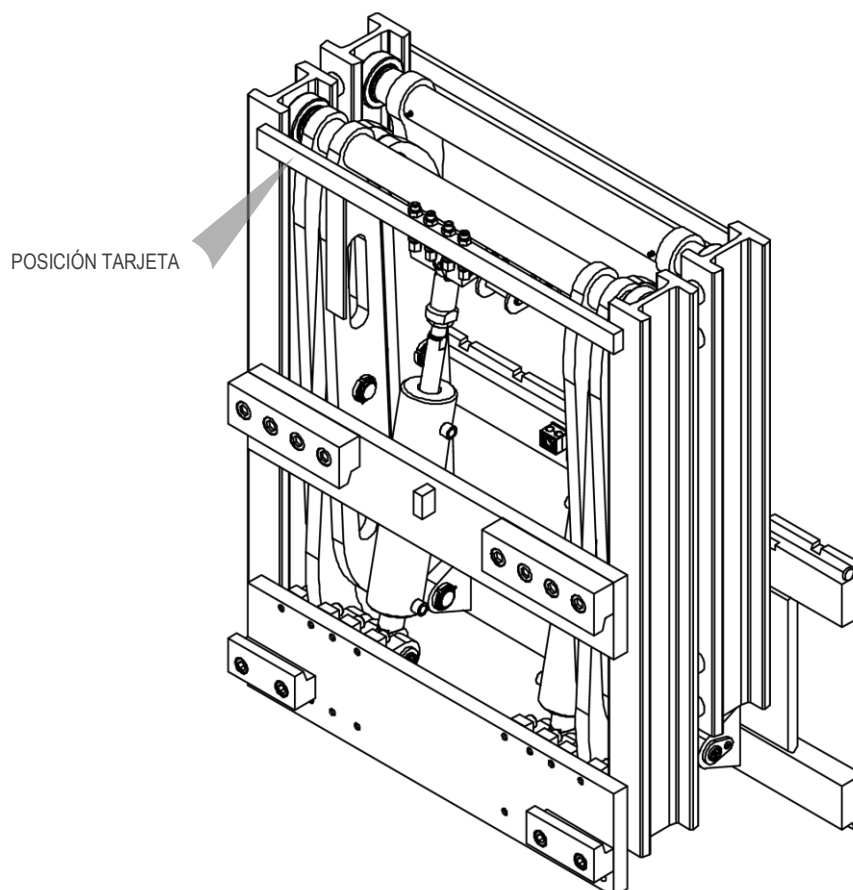

Figura 1
Todos los implementos A.T.I.B. – “EXTENSOR DE HORQUILLAS TIPO 600” son identificados de una tarjeta adhesiva (mira *Tabla 1*) puesta sobre el implemento (mira *Figura 1*, la posición de la placa de identificación puede variar según el equipo). Siempre referirse a la matrícula.
5. Para la manipulación, utilice correas o cadenas del tamaño adecuado para el peso del implemento indicado en la tarjeta (mira *Figura 1* y *Tabla 1* a pag.5).
9. Conecte el circuito hidráulico; asegurándose de que la presión de trabajo de las tuberías sea superior o igual a la indicada en la tarjeta identificadora (mira *Figura 1* y la *Tabla 1* a pag.5).